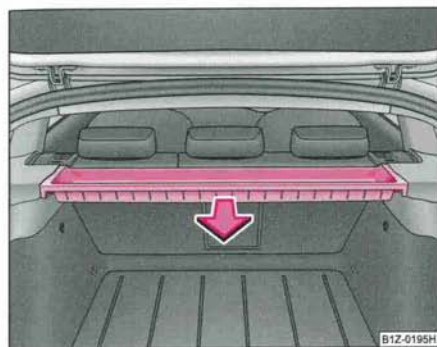

Fig. 115 Dépose du vide-poches
- Attrapez le vide-poches avec les deux mains et sortez-le en le tirant dans le sens de la flèche ⇒ fig. 115.